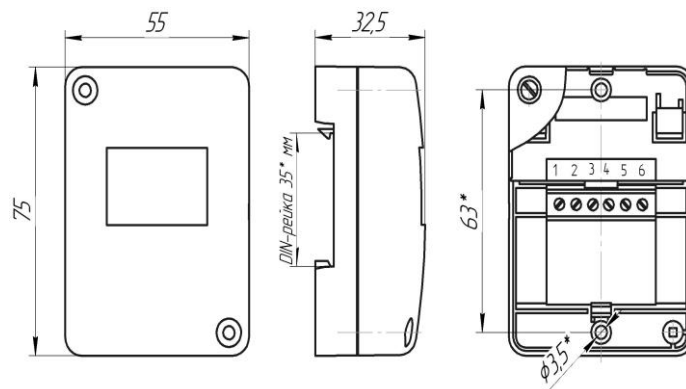

Рис.1. Габаритные и установочные размеры адресной метки.
6.1.2. Габаритные и установочные размеры адресной метки представлены на рис.1, схемы подключения на рис.2.